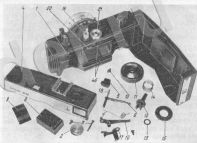

Рис. 2
3.1.1. Открыть заднюю крышку фотоаппарата (рис. 1), установить в прорезь вилки 1 (рис. 2) отвертку, чтобы предотвратить разворот вилки, поддеть головку 2 обратной перемотки и отвинтить ее.
Установить узел счетчика на корпус фотоаппарата и закрепить его пружинной шайбой 21 (см. рис. 2).